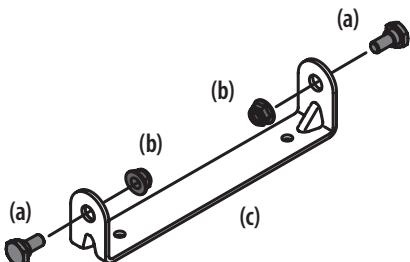

Figure 6
1. Enlevez les deux boulons à épaulement (a) et les contre-écrous (b) sur le support de montage (c) fournis dans le sachet de quincaillerie. Voir la Figure 6.